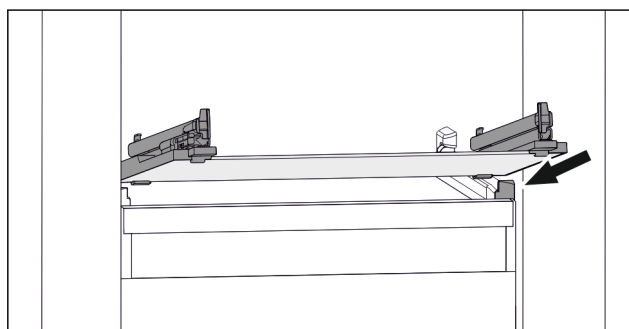

Fig. 112 Exempel på glashylla
- ▶ Sätt på glashylla i vinkel bakom stopplackarna. (se Fig. 112)